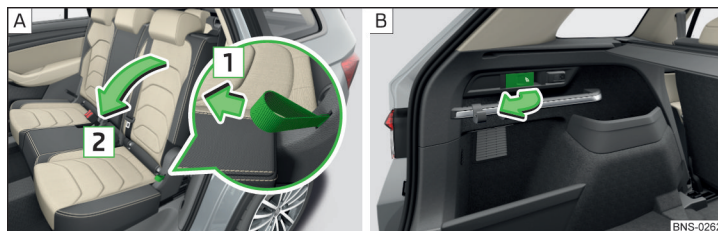

Fig. 91 Rabaterea spre înainte dinspre habitacul/dinspre portbagaj
- ▶ Trageți de curelușă în direcția săgeții **1** în zona laterală a scaunului și rabatați spre înainte spătarul scaunului în sensul săgeții **2** » fig. 91. Elementul de blocare trebuie să se fixeze cu un declic.
- ▶ Trageți maneta respectivă în sensul săgeții » fig. 91. Spătarul este deblocat, respectiv rabatat înainte.
- ▶ Trageți de curelușă **1** și rabatați înapoi spătarul scaunului în sensul opus săgeții **2** » fig. 91. Spătarul scaunului trebuie să se fixeze cu un sunet specific.